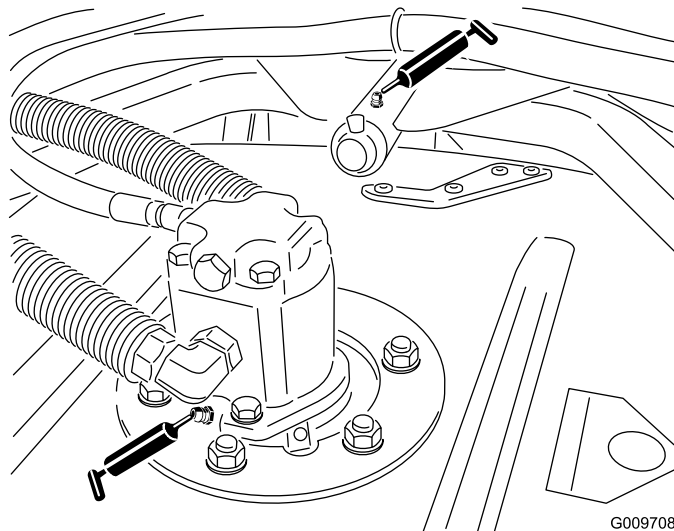

Figura 25
- Cojinetes de los ejes de las unidades de corte (2 por unidad de corte) (Figura 25)
- Casquillos de los brazos de las unidades de corte (1 por unidad de corte) (Figura 25).